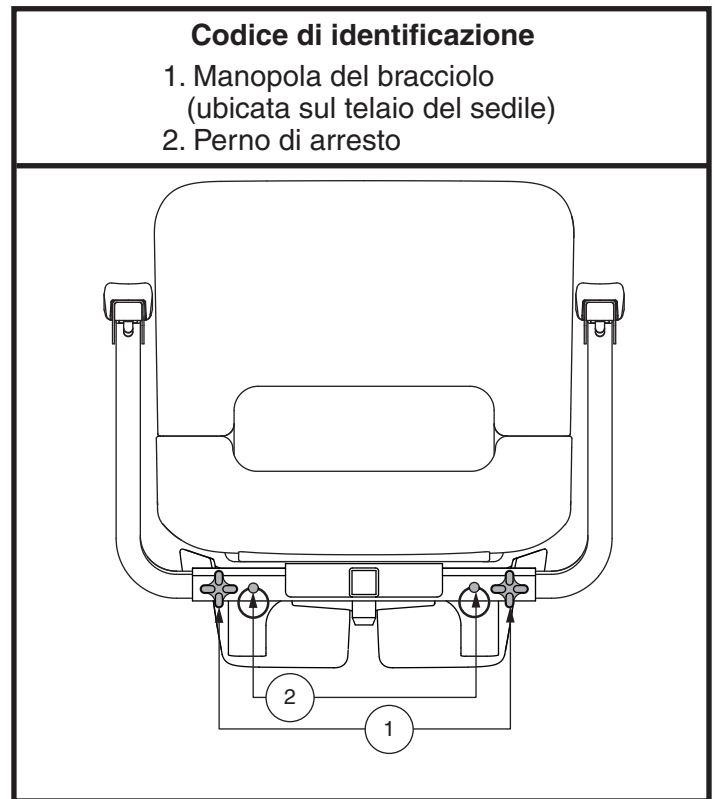

Figura 9. Regolazione della larghezza del bracciolo
1. Individuare le due manopole dei braccioli su ciascun lato del telaio del sedile. **Vedere figura 9.**